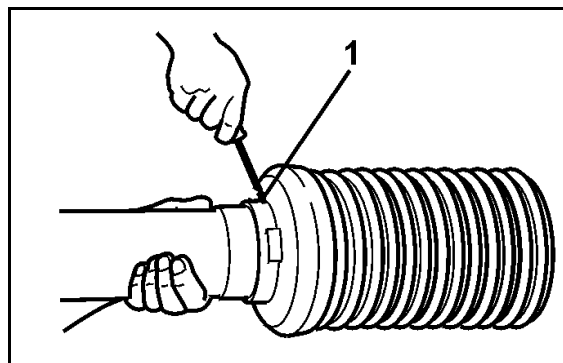

Fig. 52
6. Løsne smøreniplene (Fig. 52/1) og sett på kraftoverføringsakselen (Fig. 52/2).
7. Fest koblingsnavet (Fig. 52/3) med en brytebolt (Fig. 52/4).
8. Skru fast smørenippelen (Fig. 52/1).